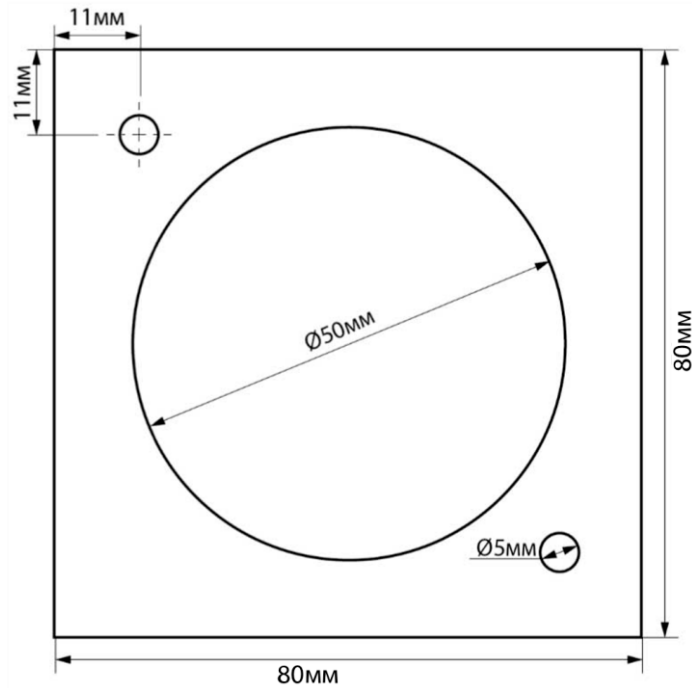

Рис. 1 Схема основания
3. Используя основание светильника (см. Рис. 1), осуществите разметку монтажной поверхности и проделайте два отверстия, соответствующие отверстиям для крепежа основания. Вставьте в отверстия пластиковые дюбели. Установите основание светильника согласно разметке и закрепите его саморезами.